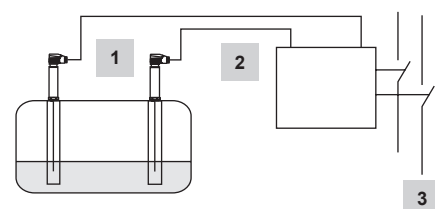

Fig. 8
- Fig. 8** Combinatie bestaande uit 2 niveausondes LP40 en 1 niveauschakelaar LCS3050 als waterniveaubegrenzer. De niveauschakelaar opent twee afzonderlijke veiligheidscircuits. Functionele veiligheid IEC 61508, SIL 3. Verdere toepassingen in overeenstemming met nationale voorschriften